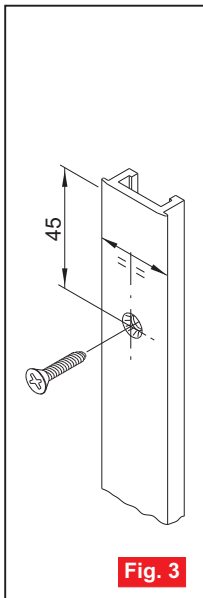

Fig. 3
- Pierce again the countersunk hole $\varnothing 5 - 45$ mm on forend plate **Fig.3**
- Refaites sur la têtère le trou évasé $\varnothing 5-45$ mm **Fig.3**
- Reponer sobre el frontal el hoyo en forma de V $\varnothing 5$ a 45 mm **Fig.3**